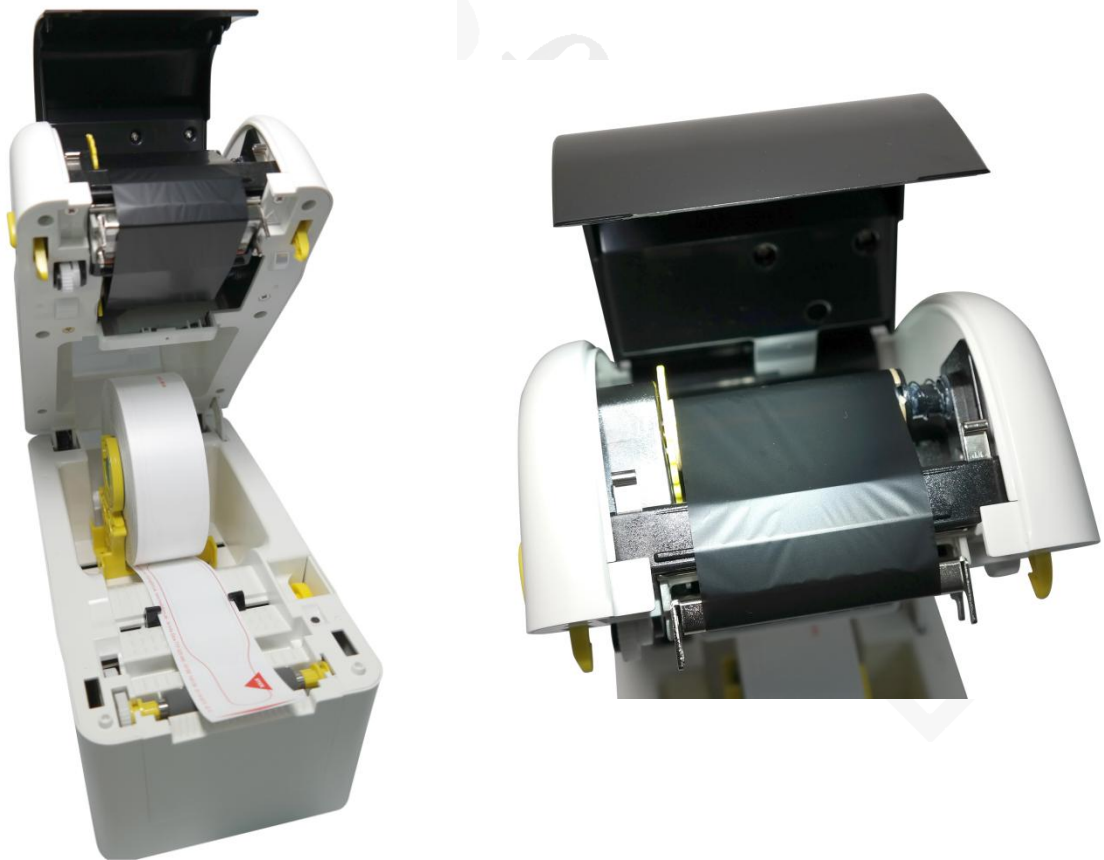

Bild 1
- Armbandrolle und Thermotransferfolie in den Drucker einlegen (siehe Bild 1 + Handbuch des Druckers)